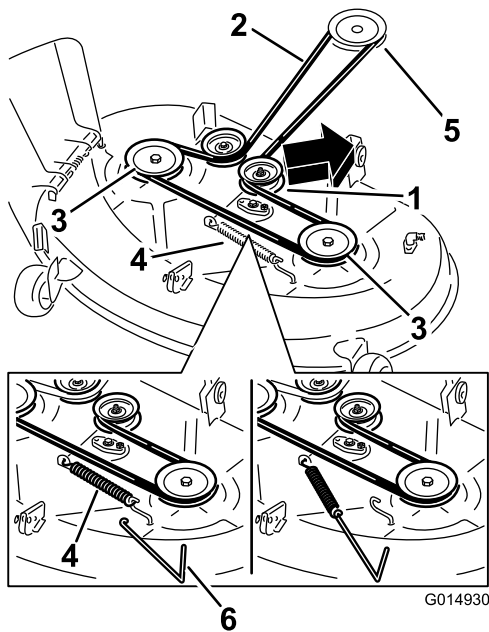

Figura 72
6. Utilize um removedor de molas (peça Toro n.º 92-5771), remova a mola intermédia do gancho da plataforma para retirar tensão da polia intermédia e role a correia para fora das polias (Figura 71 e Figura 72).
7. Coloque a nova correia em redor da polia do motor e nas polias do cortador (Figura 71 e Figura 72).
8. Utilize um removedor de molas (peça Toro n.º 92-5771), instale a mola intermédia por cima do gancho da plataforma para colocar tensão da polia intermédia e na correia do cortador (Figura 71 e Figura 72).